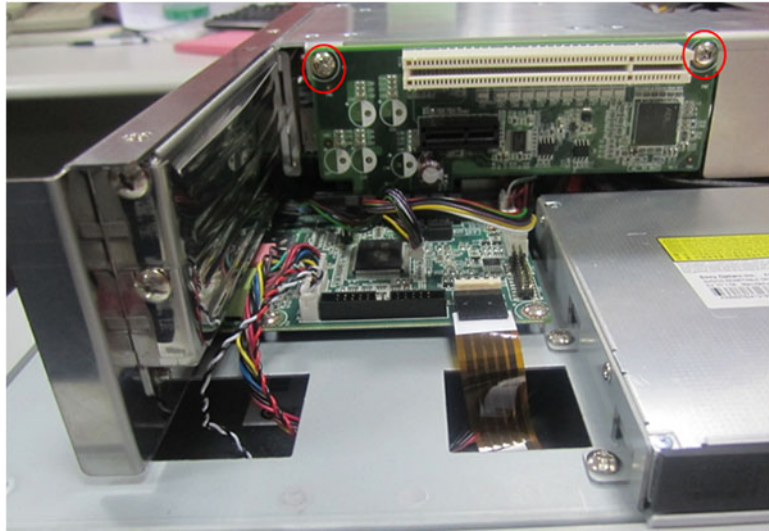

图 2.38:
2. 将需要的转接卡插入插槽中，然后锁上两颗螺丝，如图 2.38 所示。